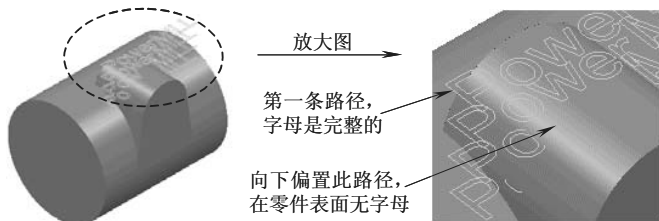

图 4-102 偏置向下路径
- 2) 偏置向下：向下偏置顶部切削路径，以形成多重切削路径，如图 4-102 所示。